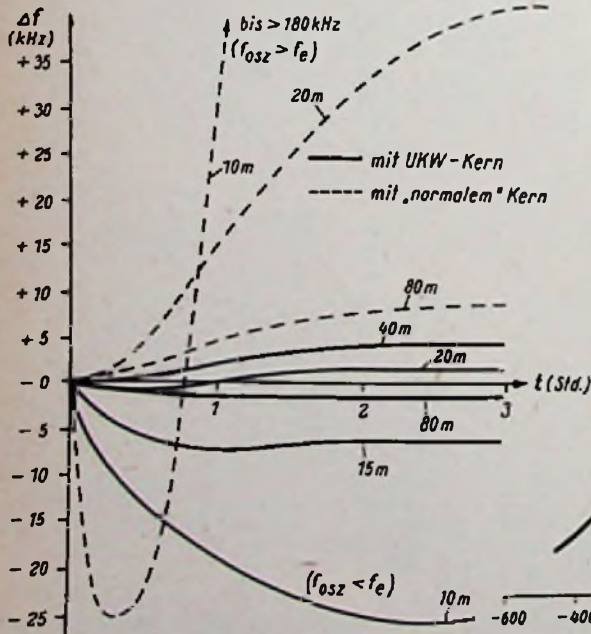

Bild 4. Frequenzkonstanz-Kurven des Gerätes
Das Gerät soll nicht nur eine hohe Konstanz nach einer gewissen Einbrennzeit – die meist  $1\frac{1}{2}$  bis 2 Stunden beträgt – besitzen, sondern auch die Drift nach dem Einschalten muß möglichst gering sein. Eine gewisse Drift, die in den ersten fünf Minuten durch die Erwärmung der Röhren (Unterschied Kaltkapazität zu Warmkapazität) eintritt, soll dabei außer Acht bleiben. Die Wicklungen der Spulen besitzen für sich einen positiven Temperaturkoeffizienten (TK), dagegen ist der TK der Eisenkerne negativ. Bei den im Oszillator benutzten sogenannten UKW-Kernen (T 2603/1) ist er jedoch geringer als bei den hochpermeablen Kernen. Zudem ist ja die „gescherte“ Permeabilität wirksam, so daß man einen Punkt finden kann, an dem sich der positive TK der Spule mit dem negativen TK des Eisenkerns etwa kompensiert. Das ist bei der angegebenen Dimensionierung angenähert der Fall, so daß sich eine relativ hohe Konstanz und geringe Drift mit verhältnismäßig bescheidenen Mitteln ergeben (Bild 4). Die gestrichelten Kurven stellen zum Unterschied Messungen mit „normalen“ Kernen dar. Nicht berücksichtigt wurden Netzspannungsschwankungen, die auch einen Einfluß auf die Konstanz haben. Da die Anodenspannung des Oszillators stabilisiert ist, könnte man die restlichen Schwankungen durch Stabilisieren des Heizstromes der ECH 81 noch eliminieren. Zum Vergleich sei angeführt, daß für einen modernen kommerziellen Kurzwellensuper eine Konstanz von besser als  $4 \cdot 10^{-5}/^{\circ}\text{C}$  (= 560 Hz/ $^{\circ}\text{C}$  bei 14 MHz) angegeben wird.